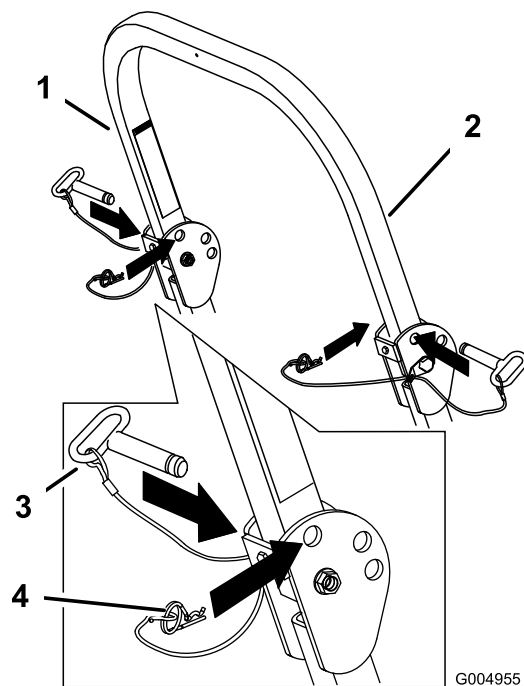

Figura 8
1. Togliete le spine delle coppiglie e le 2 spine (Figura 8).
3. Montate le 2 spine e fissatele con le spine delle coppiglie (Figura 8).
4. Per alzare il roll bar togliete le spine delle coppiglie e le 2 spine (Figura 8).
5. Alzate completamente il roll bar e montate le 2 spine, quindi fissatele con le spine delle coppiglie (Figura 8).